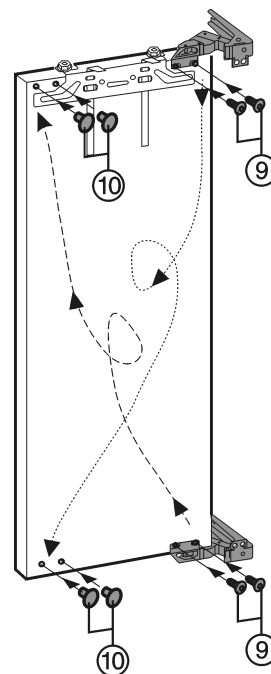

Fig. 10
- Boucher les trous de fixation à l'aide des bouchons Fig. 10 (10).